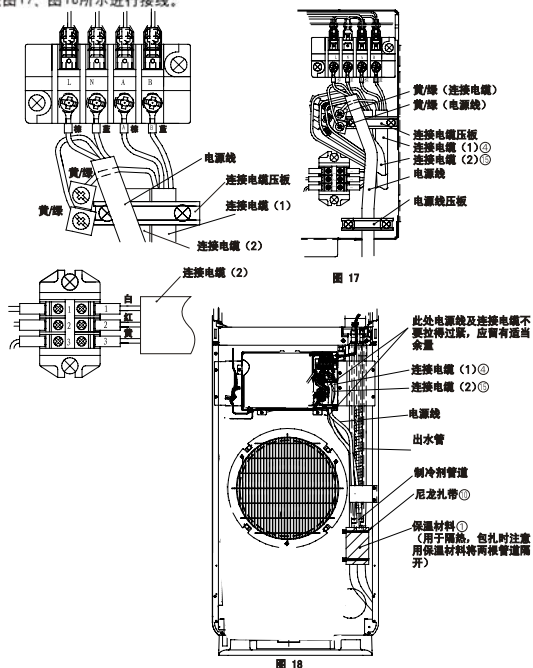
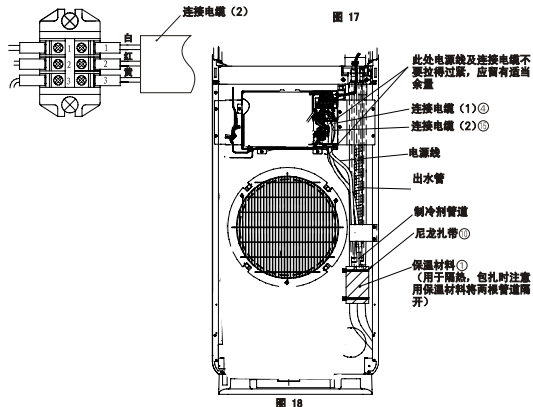

图 17
图 18
(2) 按图17、图18所示进行接线。
- (3) 必须将黄/绿芯线接至带有“⊕”标志的端子上。
- (4) 将电源线、连接电缆用电线压板压紧，以防止接线端子受力后脱落。
- (5) 将制冷剂管道用附件⑮尼龙扎带按图18要求扎起来。
- (6) 将电源线、连接电缆(1)、(2)从制冷剂管道外连接管通过的管道孔穿过，且如果从后板或左右侧板穿过，管道孔必须装上管道护孔环，以防电源线、连接电缆破损发生漏电危险。
- (7) 室内电源必须安装空气开关。